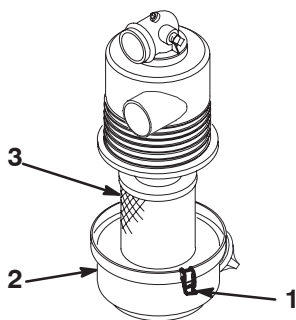

Bild 28
3. Lösen Sie die Laschen, mit denen die Abdeckung am Luftfilterkörper befestigt ist. Trennen Sie die Abdeckung vom Körper ab. Reinigen Sie die Innenseite der Luftfilterabdeckung (Bild 28).
4. Schieben Sie den Filter vorsichtig aus dem Körper heraus, um das Losrütteln von Staub zu minimieren (Bild 28). Vermeiden Sie ein Anstoßen des Filters am Filterkörper.